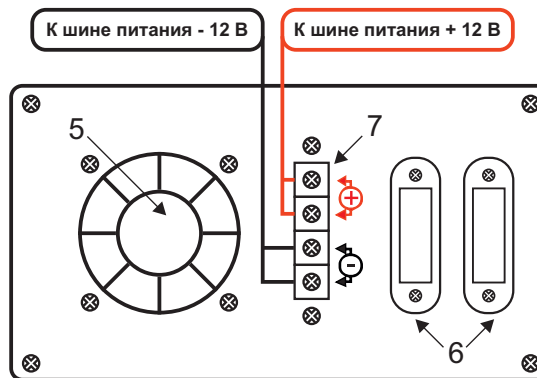

Рис. 4. Задняя панель ПН-90
**Внимание!** При использовании преобразователей ПН-70 и ПН-90 во избежание перегрева и выгорания контактов колодки питания, необходимо подключить питание через два контакта колодки (в параллель, рис. 4).